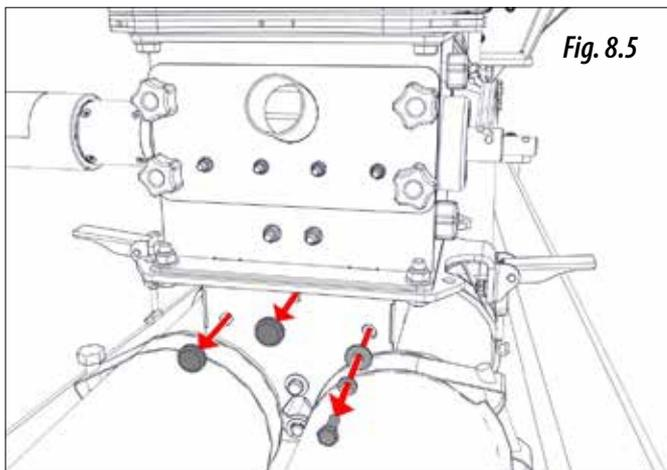

Fig. 8.5
- 2- Sacar el tornillo y sus arandelas junto con los 2 tapones de plástico (Fig. 8.5), de ese modo la trampilla está desbloqueada.